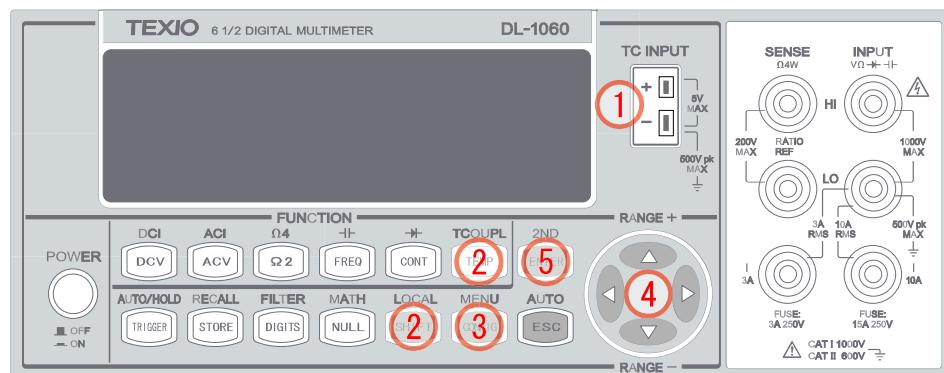

図 3-14
- ① 热電対のタイプを正しく設定します。
- ② TCOUPL(SHIFT + TEMP)ボタンを押して、热電対測定を選択します。
- ③ CONFIG ボタンを押して、設定モードにします。
- ④ $\triangle\cdot\triangledown$ 、ENTER ボタンを使い、“RJUNCTION” > “SIMULATED”を選択します。 $\triangle\cdot\triangledown$ ボタンで桁を移動し、 $\Delta\cdot\triangledown$ ボタンを使い希望のシミュレート値に設定します。
- ⑤ ENTER ボタンを押すと SIMULATED 測定モードの状態となります。
- これらの操作は図 3-14 に示します。